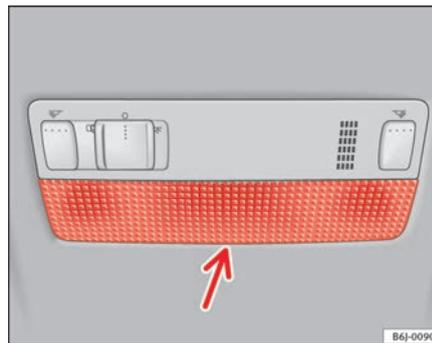

Fig. 160 Spot dianteiro de leitura
- Introduza uma chave de fendas fina, com a parte plana, entre a carcaça e o vidro ⇒ fig. 160.